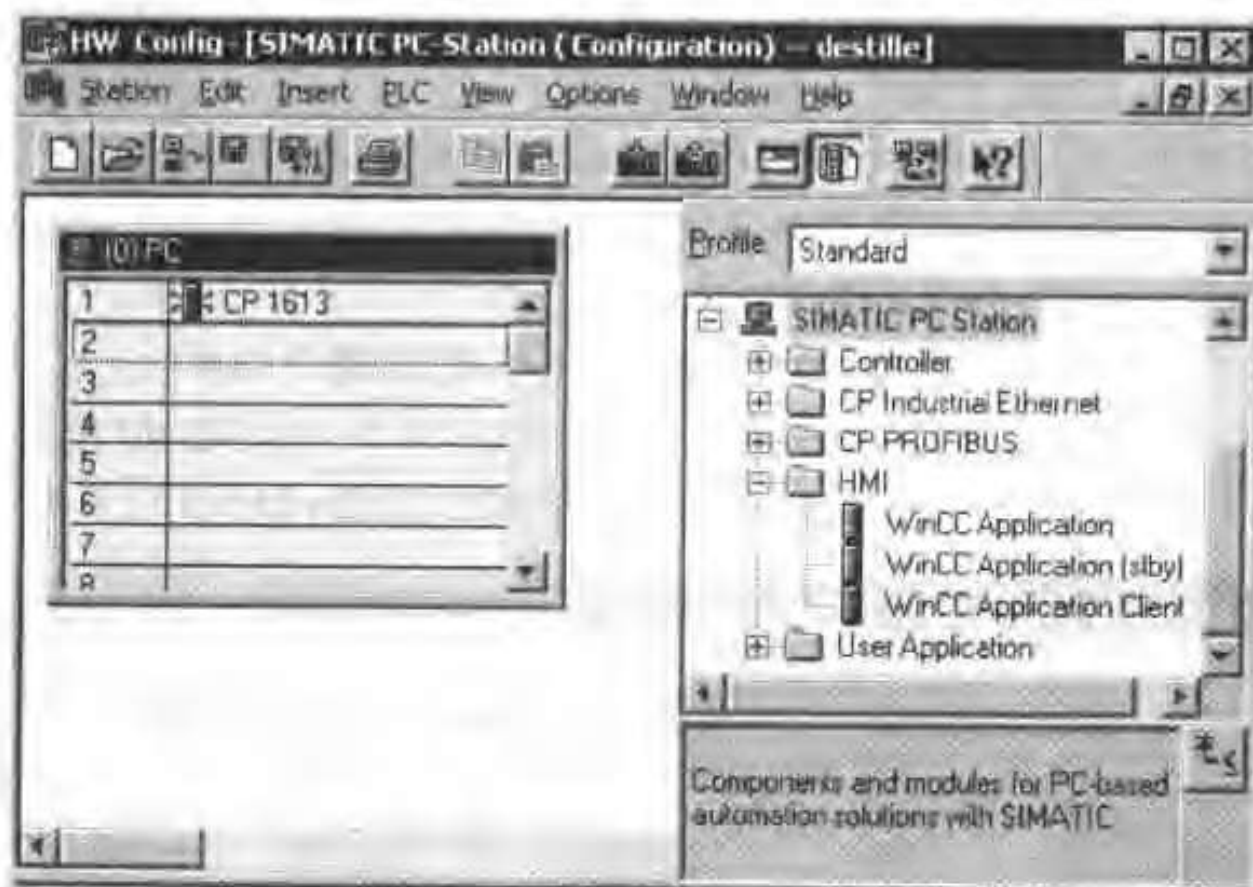

图 13-3 PC Station 硬件组态之一
- 使用菜单项“查看>目录”打开硬件目录，并浏览文件夹“SIMATIC PC 站>HMI”，如图 13-3 所示。